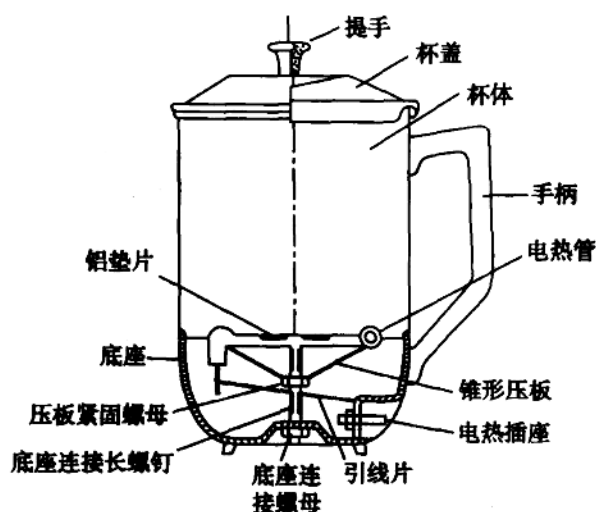

图 1-1-1 普通型电热杯结构图
(1) 观察外观：见图 1-1-1，电热杯由杯盖、杯体、手柄、电热管、底座连接长螺钉、锥形压板、电热插座和电源线等组成。